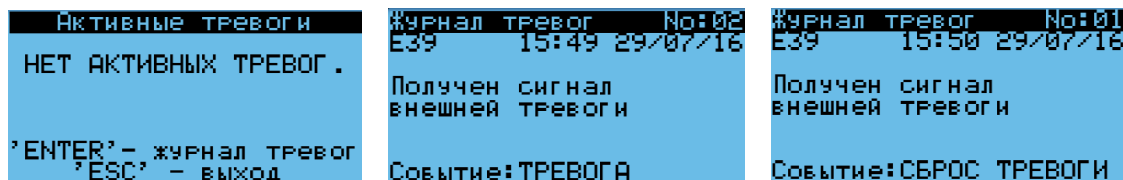

Рис. 5
- 8.4 Ранее возникавшие тревоги можно посмотреть в «Журнале тревог», перейдя в него из меню активных тревог или со страницы информации об отсутствии активных тревог нажатием кнопки «←» (см. рис. 5)